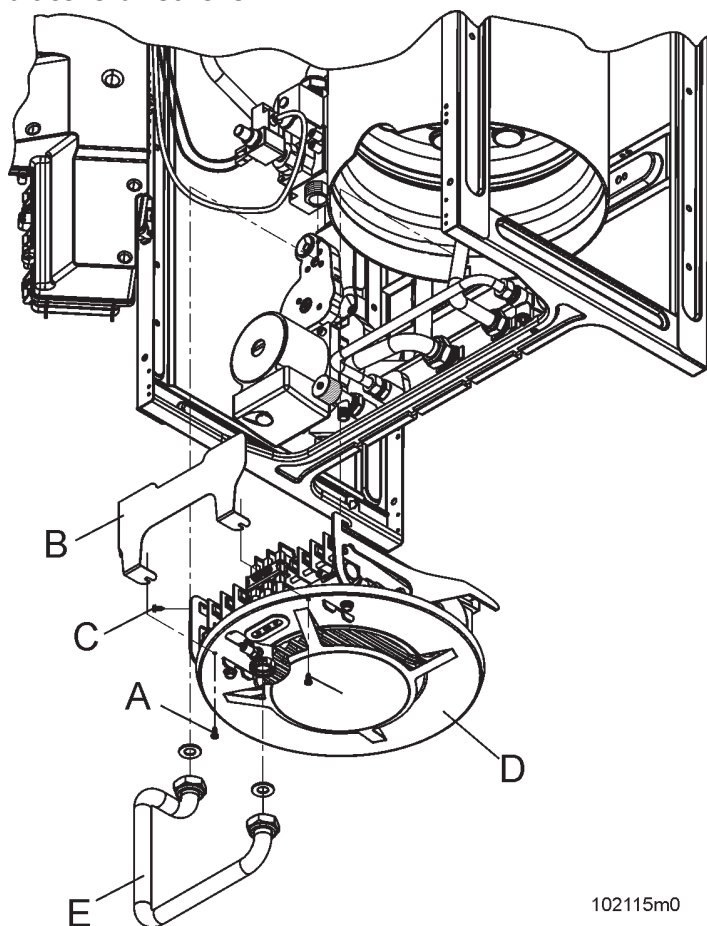

Figura 36 - Smontaggio parte inferiore scambiatore di calore
- togliere il tubo del gas (vedi figura 36 particolare "E");
- togliere la staffa di protezione "B" (vedi figura 36)
- togliere la vite "C" (vedi figura 36)
- togliere il bruciatore "D" (vedi figura 36)
- verificare che non vi siano perdite di gas fra i giunti rimossi, in particolare fra i collegamenti del tubo "E" (vedi figura 36);